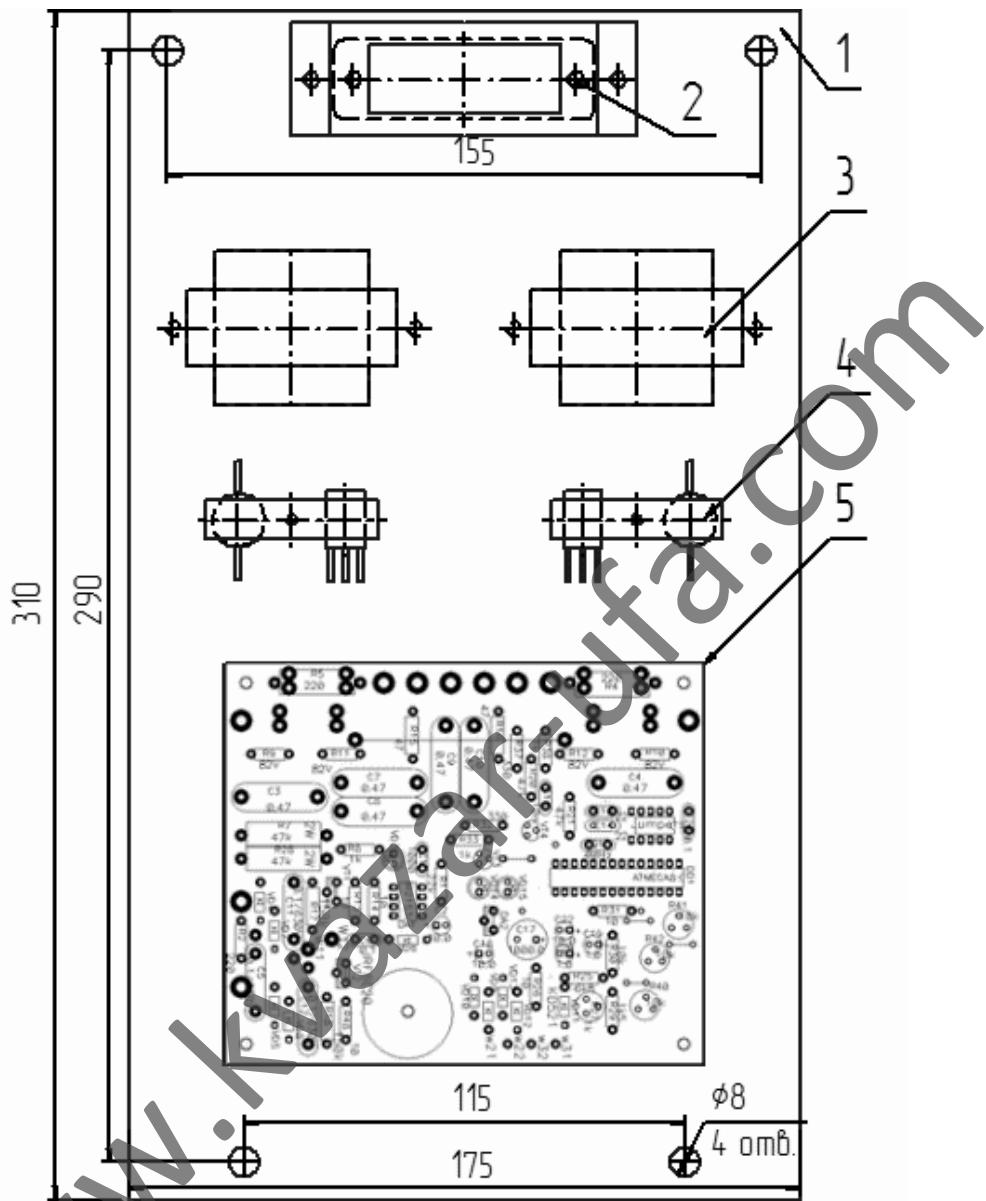
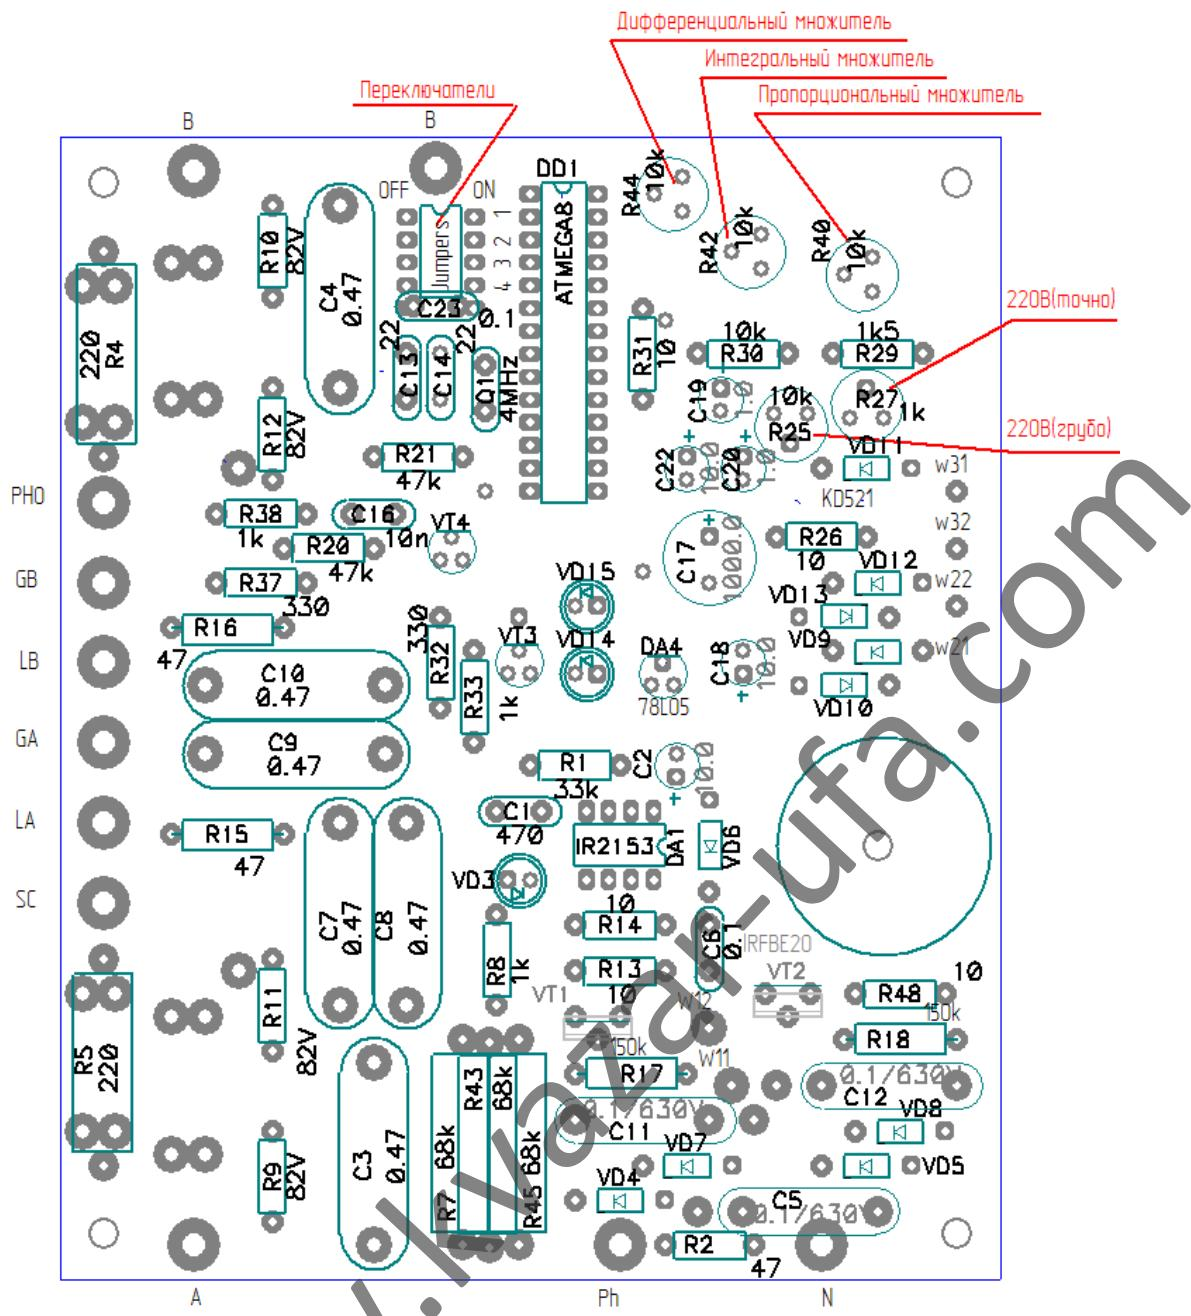

Рис.1. Общий вид устройства БУ.
Рис.2. Расположение элементов на печатной плате.
Общий вид устройства приведен на рис.1. На пластине основания (1) предусмотрены четыре отверстия для монтажа устройства в шкафу СТС-2. Монтируется каждый из трех БУ на место штатных устройств теми же винтами за передними дверями кожуха СТС. Вилка разъема БУ соединяется с соответствующим гнездом жгута проводов СТС вместо штатного БУ. Уровень стабилизируемого напряжения подстраивается подстроечным резистором R27 (на рис.2 обозначен стрелкой) отверткой с плоским шлицем не более 4мм. Остальные регулировочные элементы на плате подстраиваются при изготовлении и контролятся.
В программе микроконтроллера (на плате управления) реализован пропорционально-интегрально-дифференциальный закон регулирования (ПИД). Коэффициенты каждой составляющей закона регулирования устанавливаются подстроечными элементами на резисторах в процессе первоначальной настройки БУ. Резистором R40 (рис.2) устанавливается усиление пропорционального слагаемого ПИД - регулирования, резистором R41 – интегрального, а резистором R44 – дифференциального. Крайнее левое положение резисторов обнуляет соответствующий коэффициент, а крайнее правое – выставляет коэффициент на максимум.
Проверка БУ возможно для каждой фазы отдельно и независимо от стабилизатора СТС. Для этого БУ снимается и подключается к сети 220В через контакты 7 и 9 входного разъема (рис.2). По свечению светодиода VD3 определяется исправность цепей до транзисторного преобразователя. Первая перемычка на переключателе выбора тестовых режимов устанавливается в положение включено «ON». При исправных цепях управления тиристоров должен гореть один из светодиодов VD14 или VD15 (какой - зависит от уровня напряжения питания 220В и величины уставки). Если покрутить резистор уставки R27, то по свечению светодиодов можно убедиться в реакции схемы стабилизации на изменение входного сигнала.